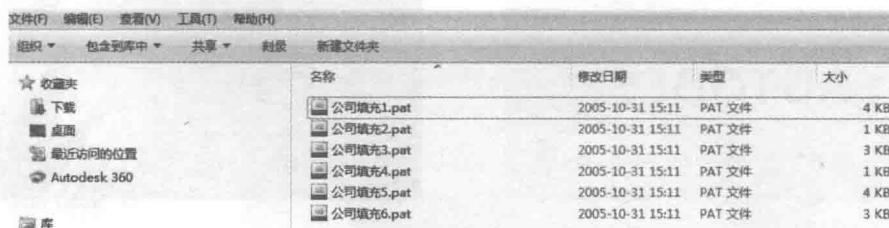
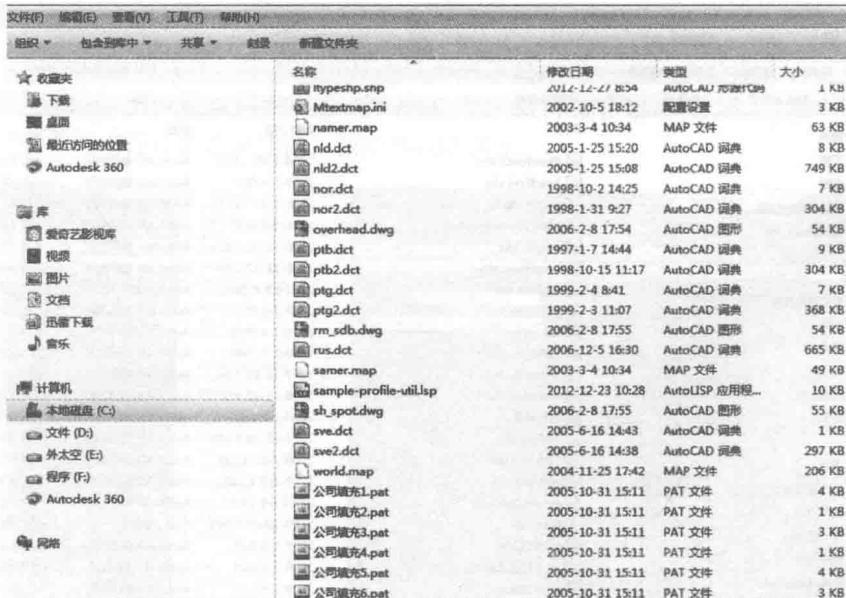

图 2-1-10
图 2-1-11
(1) 公司 CAD 模板填充设置：选择“公司填充”1~6文件，如图2-1-10所示；放入AutoCAD 2014安装根目录中“support”文件夹中即可，如图2-1-11所示。